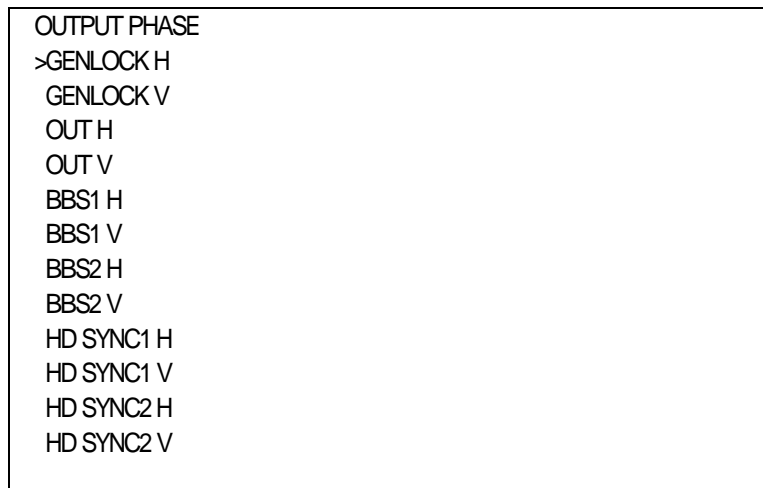

図4-29 オンスクリーンメニュー (OUTPUT PHASE例)
- 1) メインメニューで「OUTPUT PHASE」を選択し、**ENTER** ボタンを押すと図4-29のような設定メニューが表示されます。
(21) GENLOCK H